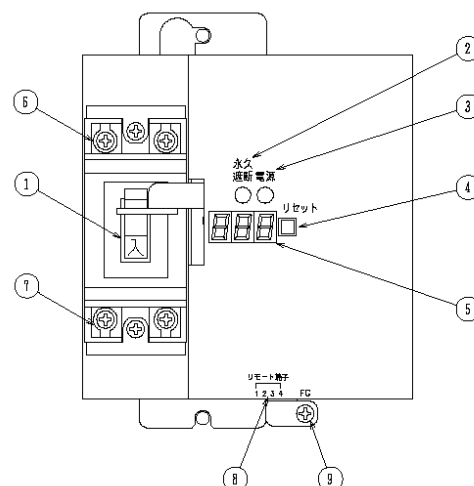

図 1
- (1) 電源入力線を図 1-⑥の AC 入力端子へ接続、電源出力線を図 1-⑦の AC 出力端子へ接続します。
- (2) アース線を図 1-⑨の「FG」アース端子に接続します。
- (3) 本装置外へ永久遮断表示をする場合は、図 1-⑧の「リモート端子」に接続します。
- (4) 本装置外から永久遮断の解除をする場合は、図 1-⑧の「リモート端子」に接続します。